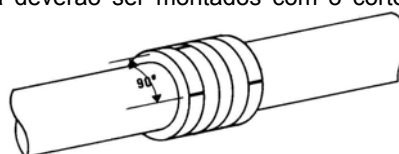

Fig.26 – Posição dos anéis defasados em 90°
- proceder a montagem na sequência inversa da desmontagem, introduzindo cada peça no interior da câmara com o auxílio do aperta gaxeta. Os anéis de gaxeta deverão ser montados com o corte defasado cerca de 90° um em relação ao outro. Vide fig.26